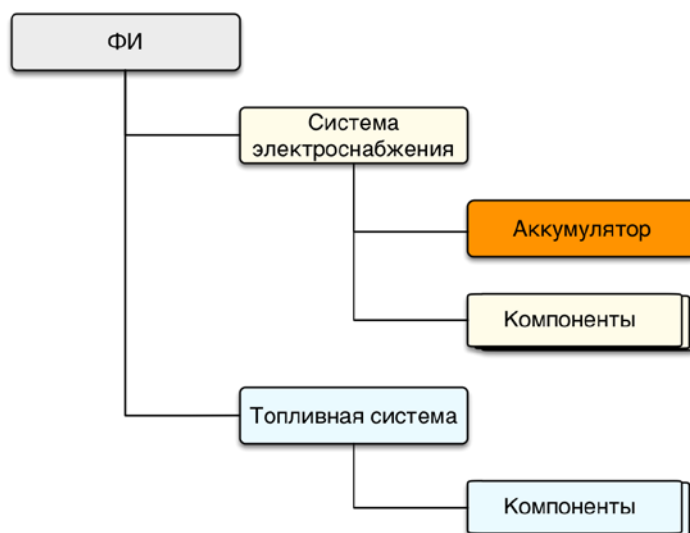

Рис. 10-370 – Пример ЛСИ. Компонент «Аккумулятор» входит в состав только одной ФС – системы электроснабжения
На рис. 10-370 приведен пример исходных данных для расчета периодичности выполнения работ.
Для ФО «3: Обрыв цепи резервирования» задан метод восстановления «Замена». В данном случае задано два значения периодичности для вида ТО по замене – в летных циклах и в летных часах (1 на рис. 10-370). При расчете будет изменено только значение периодичности в той ЕИ, которая указана в атрибуте «Единица измерения наработки» для ФО (в данном случае это л.ч.). Дополнительно для ФО задан метод ремонта СЧ и указана периодичность его выполнения в л.ч. (2). При расчете периодичность в л.ч. обоих видов ТО примет значение атрибута «Наработка на отказ данного вида» для ФО (в окне «Дерево отказов» не отображается).